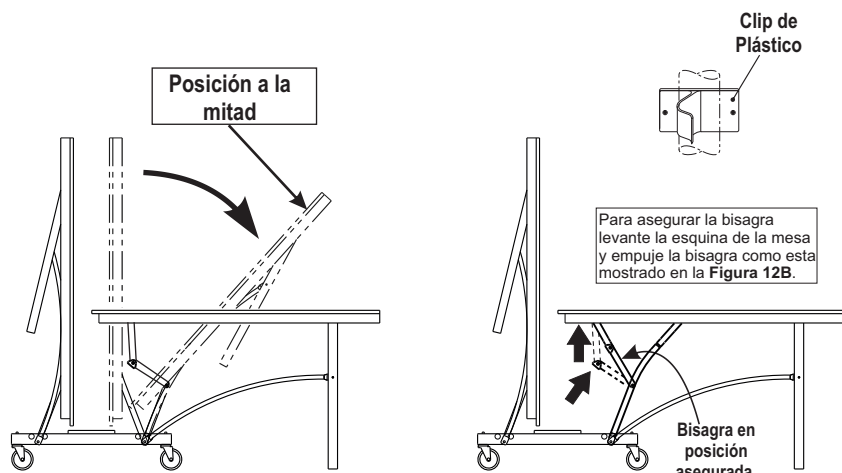

Figura 7A POSICION PARA JUGAR SOLO **Figura 7B**
1. Sostenga la orilla de arriba. Suavemente jale hacia afuera hasta la posición media. Continúe jalando hasta que se desenganche de el clip de plástico y las patas se apoyen sobre el piso. No dejar la mesa parcialmente abierta en la posición media. Ver **Figura 7A y 7B**.